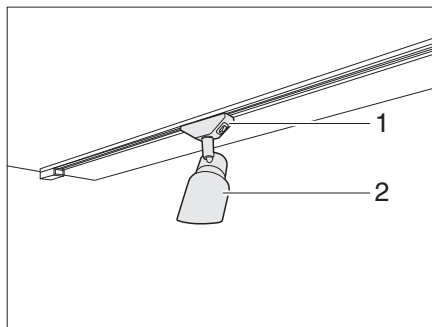

Fig. 85 Foco halógeno
- Sujetar el soporte (Fig. 85,1) y girarlo en 45°.
- Sacar el foco halógeno (Fig. 85,2) del sistema de rieles.
- Colocar el foco halógeno (Fig. 85,2) en el sistema de rieles en la posición deseada y girarlo en 45°.
- En el soporte (Fig. 85,1) girar en 45°.